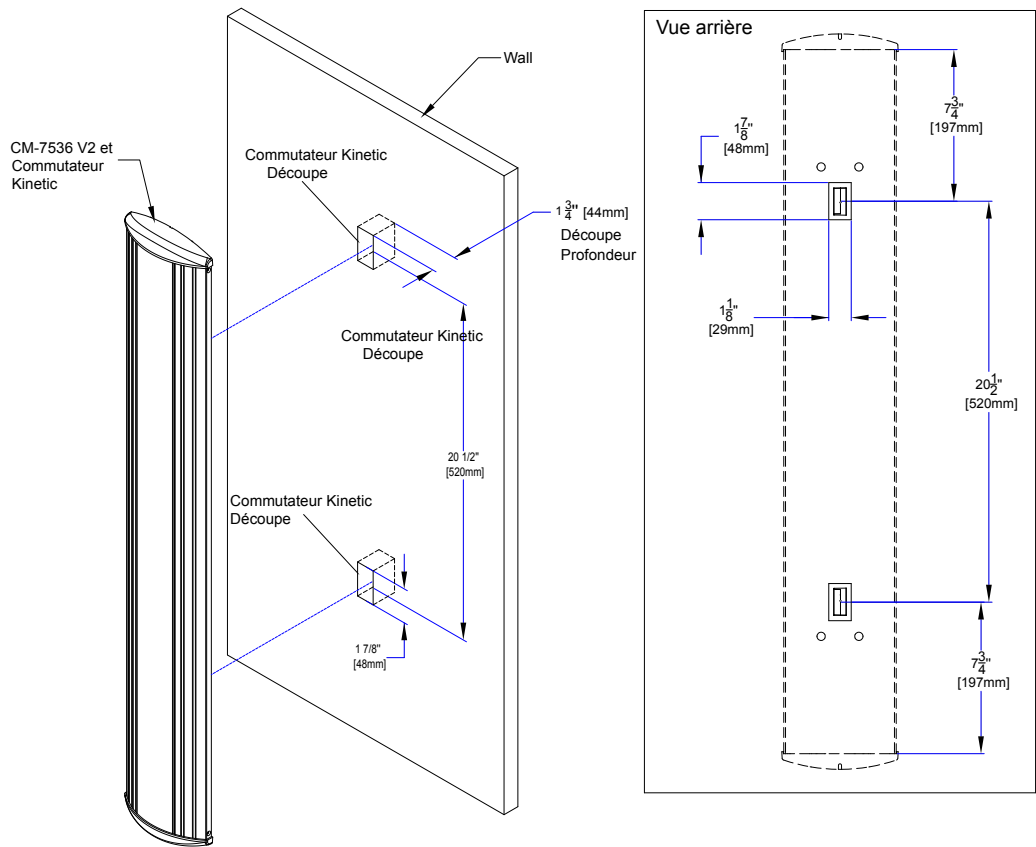

Figure 4.5 Montage mural
- c. **Si vous utilisez une Kinetic RF:** Le CM-7536K utilise 2 commutateurs RF cinétiques installés près du haut et du bas de l'actionneur. Lorsque vous appairez cet interrupteur avec un récepteur cinétique, vous devez jumeler à la fois les interrupteurs du haut et du bas. Le jumelage des émetteurs cinétiques Camden est détaillé dans le manuel d'installation du CM-RX90v2. (Voir Figure 4.5)